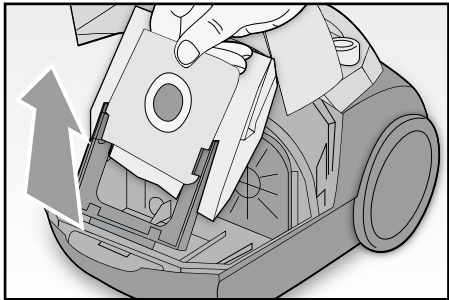

Fig. 8
- Estrarre il sacchetto, prestando attenzione a non strapparli, fare scivolare la parte di cartone rigida o in plastica nel caso di sacchetto in tessuto, nelle apposite guide (FIG. 8). Gettarlo nel bidone della spazzatura nel caso di sacchetto in carta, oppure svuotarlo ed eventualmente lavarlo con acqua e detergente neutro nel caso di sacchetto in tessuto.
- Rimuovere il sacchetto (FIG. 8).